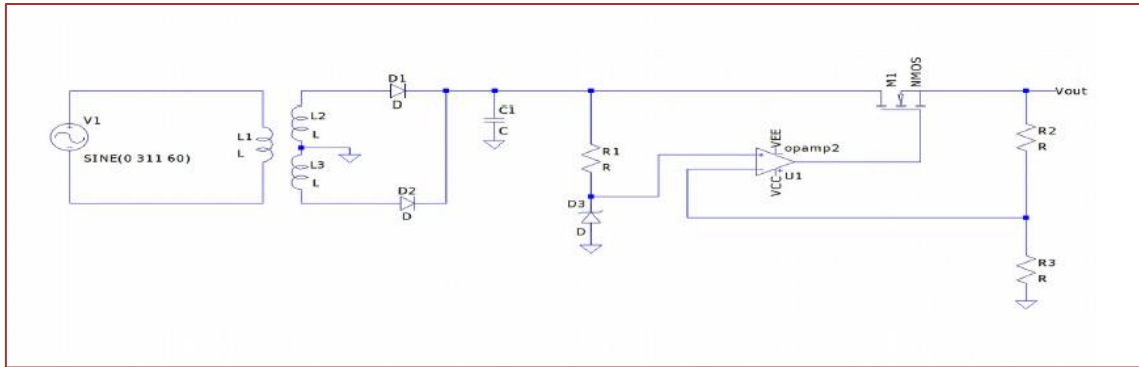

Figura 01- fonte linear com regulador MOSFET.
**Considerando o circuito da figura 01 que representa uma fonte linear com regulador MOSFET, temos o seguinte problema: Qual relação entre a tensão de alimentação do ampop e a tensão de saída? O que devemos considerar para esse circuito operar como um LDO? Como obter as tensões de alimentação para o AmpOp (VCC e VEE)?**